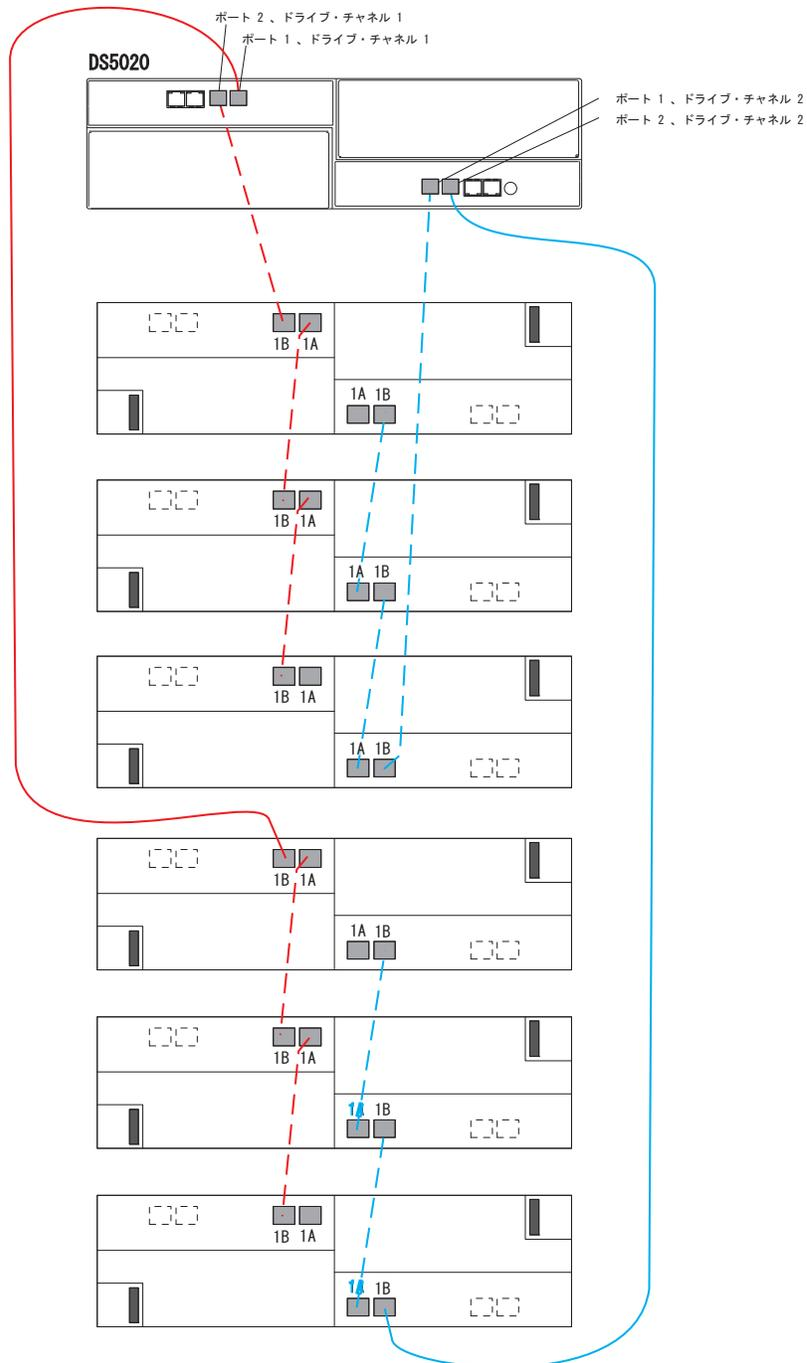

図 42. 1 つの DS5020 と最大 6 つのストレージ拡張エンクロージャーのケーブル接続
1 つの DS5020 ストレージ・サブシステムと 6 つまでのストレージ拡張エンクロージャーをケーブル接続する場合、図 42 に正しいケーブル接続トポロジーが示してあります。
7. 6 個のストレージ拡張エンクロージャーを DS5020 に接続する場合、両方のドライブ・チャンネル内のすべてのポートを使用します。ケーブル接続トポロジーについては、76 ページの図 42 を参照してください。